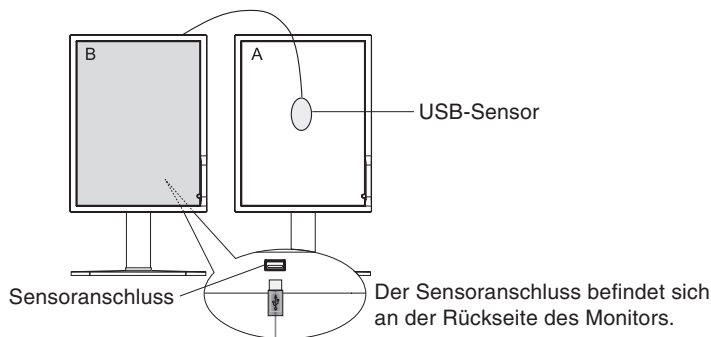

Abbildung 7
- Um das Menü KALIBRIERUNG anzuzeigen, schließen Sie den USB-Sensor am Sensoranschluss an (**Abbildung 7**) oder wählen Sie die KALIBRIERUNG im erweiterten Menü aus (Seite 20).
- Sie werden aufgefordert, den USB-Sensor in der Mitte von Monitor A zu platzieren (**Abbildung 10**). Neigen Sie den Monitor um etwa 5 Grad nach hinten und platzieren Sie den USB-Sensor in der Mitte des Bildschirms (**Abbildung 7**).